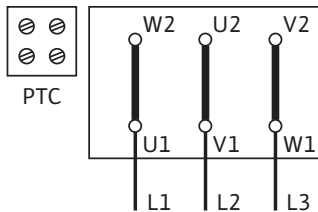

Fig. 45: Arranque Y-Δ (padrão)
O esquema de ligações elétricas encontra-se na caixa de bornes (ver também Fig. 45/46).
- A ligação de rede à placa de terminais depende da potência do motor P_2 , da tensão e do tipo de arranque. A ligação necessária das pontes de ligação na caixa de bornes deve ser consultada na listagem "Tab. 4: Ocupação dos terminais de ligação" na página 78 e na Fig. 45/46 seguintes.
| Arranque Y-Δ (padrão) | Remover pontes de ligação (Fig. 45) |